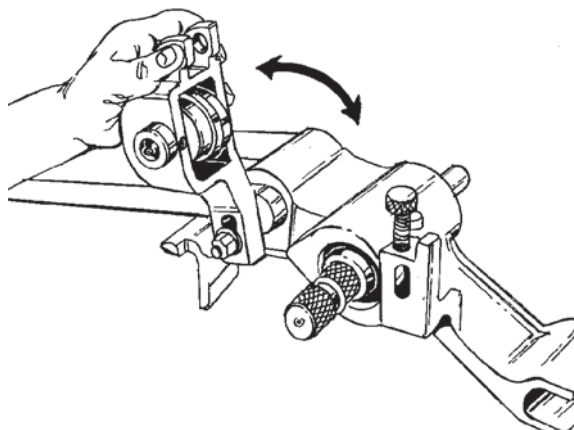
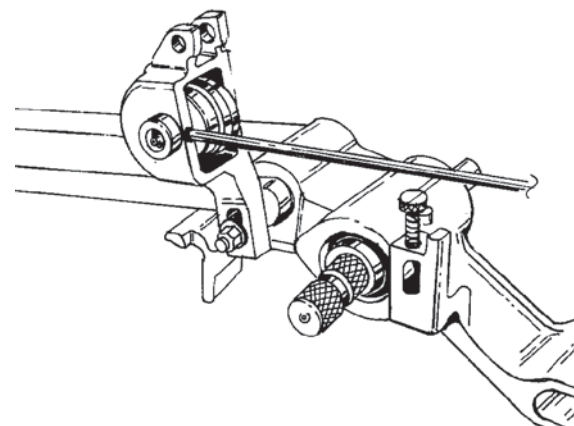

Рисунок 15 – Поднимите кожух накаточного ролика
Рисунок 16 – Ослабьте установочный винт 7.
2. Чтобы предотвратить "уход", надавите на трубу правой рукой от оператора при работе станка или привода в режиме FORWARD (рисунок 15); к оператору при работе станка или привода в режиме REVERSE (рисунок 16).
5. Поднимите кожух накаточного ролика. (Рисунок 15)
6. Ослабьте установочный винт, который держит вал накаточного ролика. (Рисунок 16)